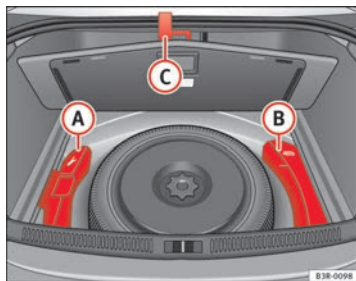

Abb. 180 Werkzeugbox und Wagenheber
Das Bordwerkzeug (A) und der Wagenheber (B) ⇒ Abb. 180 befinden sich unter der Ladebodenabdeckung im Gepäckraum.
- Den Griff (C) an der Gepäckraumdichtung einhaken.